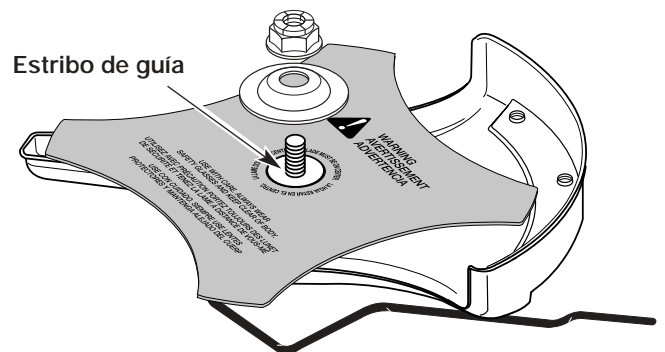

Fig. 17
2. Verifique que la cuchilla de corte esté centrada en el estribo de guía y quede plana contra el buje del eje de salida (Fig. 17).